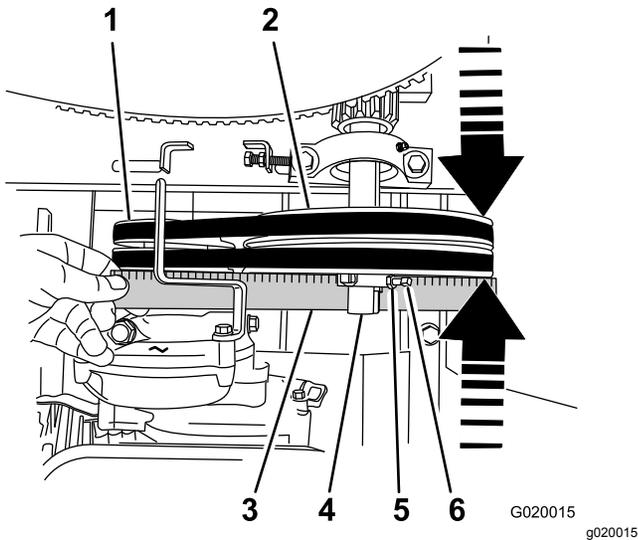

Figure 71
5. Placez une règle droite en travers de la face de la poulie de moteur et la poulie de tension (Figure 71).
- B. Desserrez les contre-écrous et les vis de maintien qui fixent la poulie de tension à l'arbre de renvoi (Figure 71).
- C. Avec une massette, tapez la poulie de tension vers l'avant ou l'arrière le long de l'arbre de renvoi jusqu'à ce que la poulie de moteur et la poulie de tension soient alignées sur la règle droite (Figure 71).
- D. Resserrez les contre-écrous et les vis qui fixent la poulie de tension à l'arbre de renvoi (Figure 71).